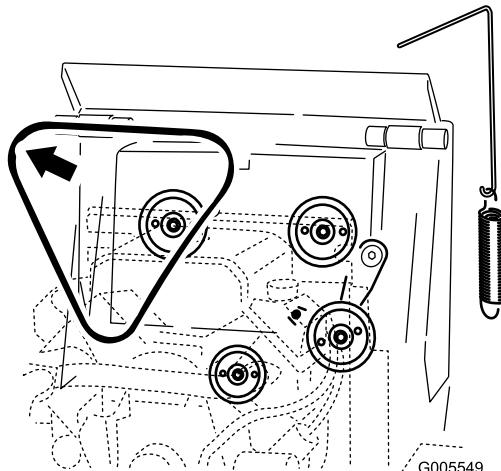

Figure 59
- 6. Déchaussez la courroie des 3 poulies (Figure 59).